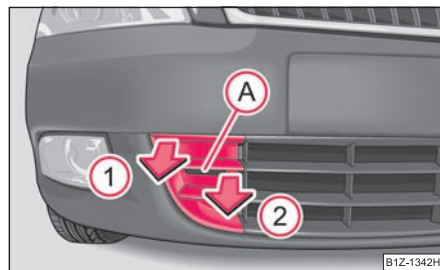

Fig. 246 Paragolpes delantero: rejilla protectora
- Introducir los dedos en el orificio (A) ⇒ fig. 246.